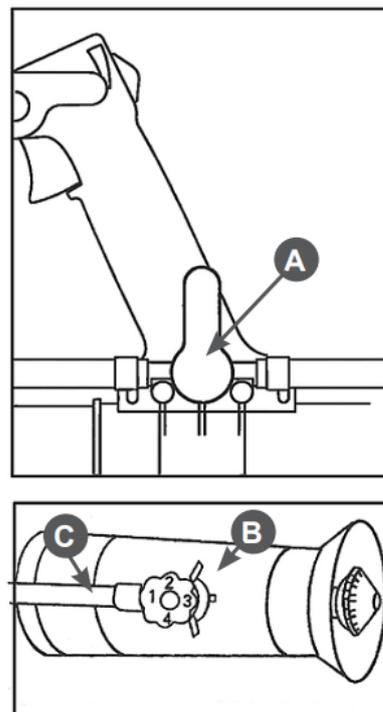

Рисунок 17 - Настройка дозатора (А - Кран запорный В - Регулятор дозатора С – Шланг)
Запорный кран А (Рис. 17) на рукоятке управления открывает и перекрывает подачу раствора.
3. Количество выделяемого раствора может изменяться поворачиванием регулятора В дозатора (Рис. 17) на сопле.
Позиция «1» на регуляторе дозатора это минимальный поток распыляемой жидкости, а «4» — максимальный. Необходимый номер позиции регулятора должен быть установлен напротив шланга сопла С (Рис. 17). Проверьте работу дозатора с регулярными интервалами. Для этого: